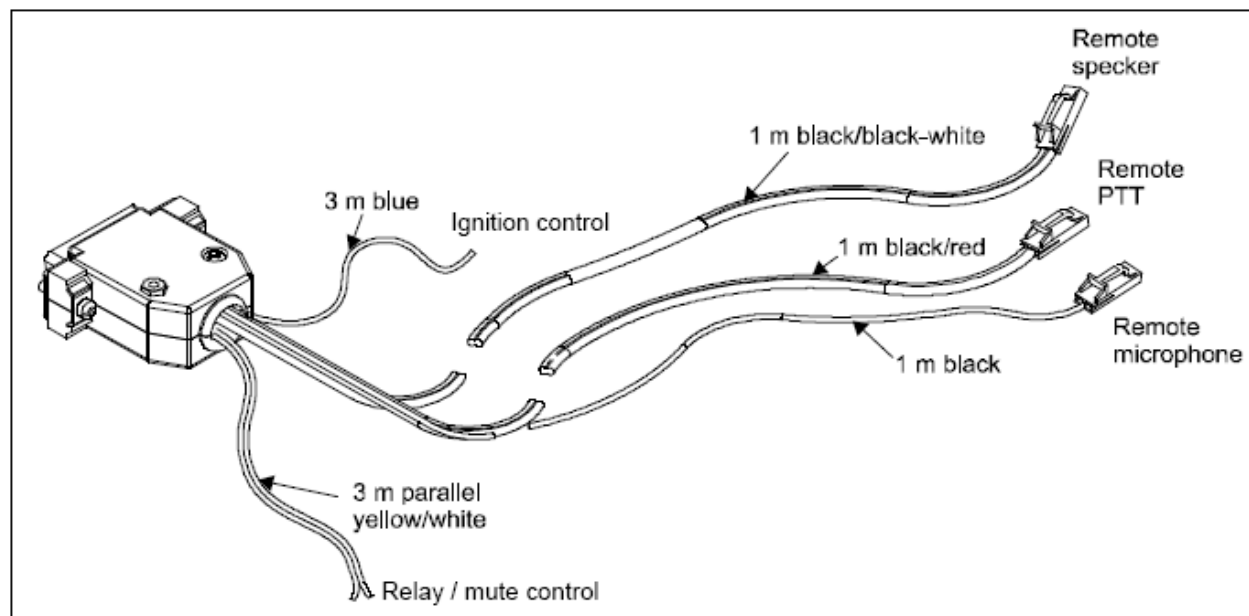

Рисунок 11: Комплект для подключения аудиоустройств.
- Комплект аудио соединителей: разъем DB26HD (папа) с тремя кабелями (1 метр длиной), обжатые соответствующими разъемами для подключения выносного микрофона, динамика и тангенты РТТ к терминалу, кабель для подключения к зажиганию автомобиля и кабель для подключения к реле управления включением внешнего звукового сигнала. Последние два кабеля поставляются без разъемов (см. рисунок 11).